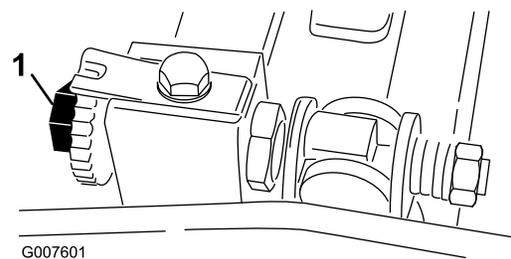

Figure 39
2. Supprimez tout contact avec le cylindre en tournant les vis de réglage de la barre d'appui dans le sens antihoraire (Figure 39).
papier soit légèrement pincé lorsqu'il est inséré par l'avant, parallèlement à la contre-lame et résiste donc légèrement quand vous tirez dessus (Figure 39).